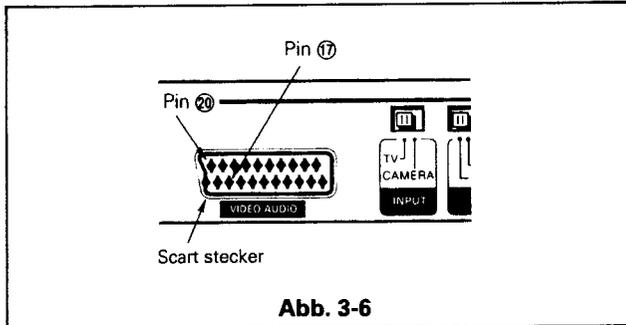

Abb. 3-6
2. Verbinden Sie den Pin ⑳ und Pin ⑑ vom Scart stecker wie in Abb. 3-6.